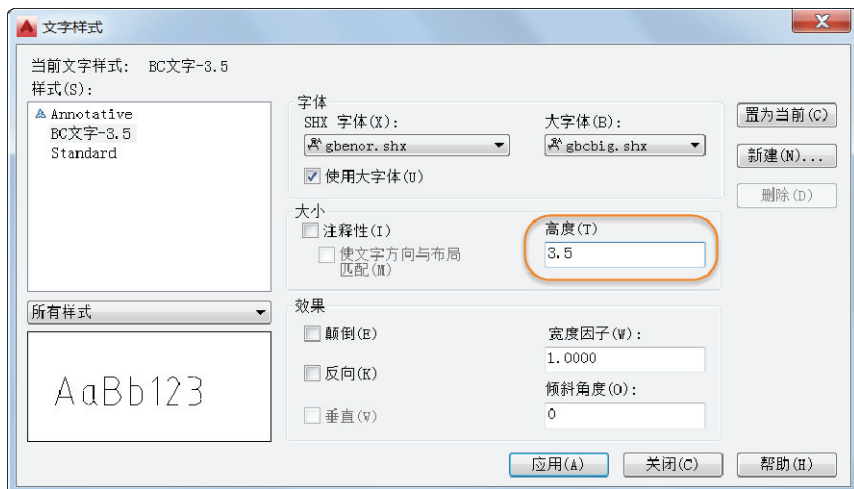

图 4-22 设置字体高度
6) 在“大小”选项组中,设置字体“高度”为“3.5”,如图 4-22 所示。“宽度因子”默认为“1”,“倾斜角度”默认为“0”。